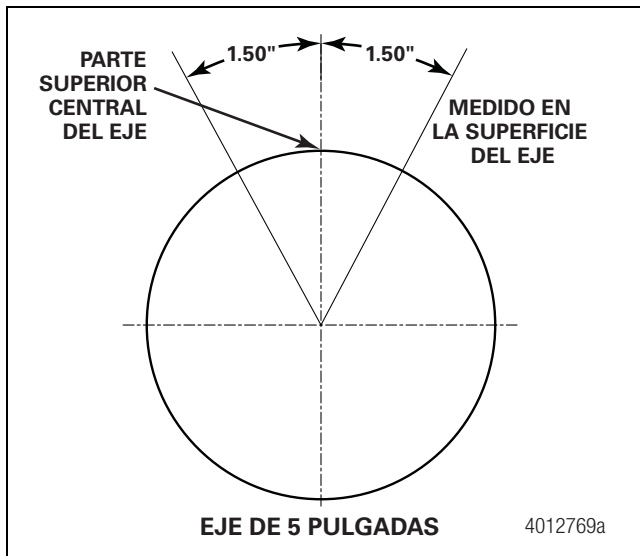

Figura 7.6
- En ejes de 5 pulgadas (127 mm) de diámetro no se permite soldar dentro de una distancia de 1.50 pulgadas (38.1 mm) del área superior central del eje. Figura 7.6.